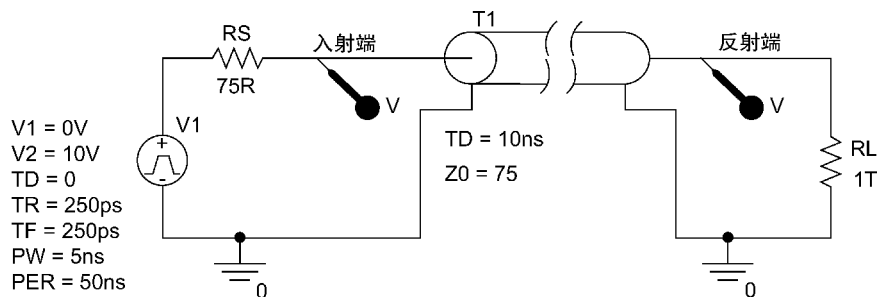

图 17.16 放置电压探针
9. 删除电流探针，然后把负载电阻的参数值修改为  $1T\Omega$ ，即负载开路。如图 17.16 所示，在传输线的入射端和开路电阻的顶端分别放置电压探针，然后对电路重新运行仿真。